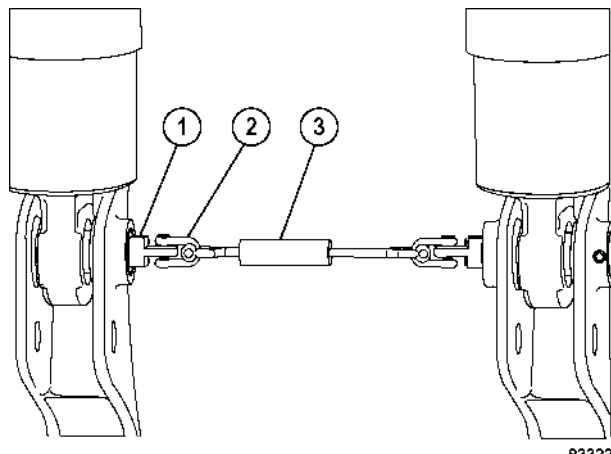
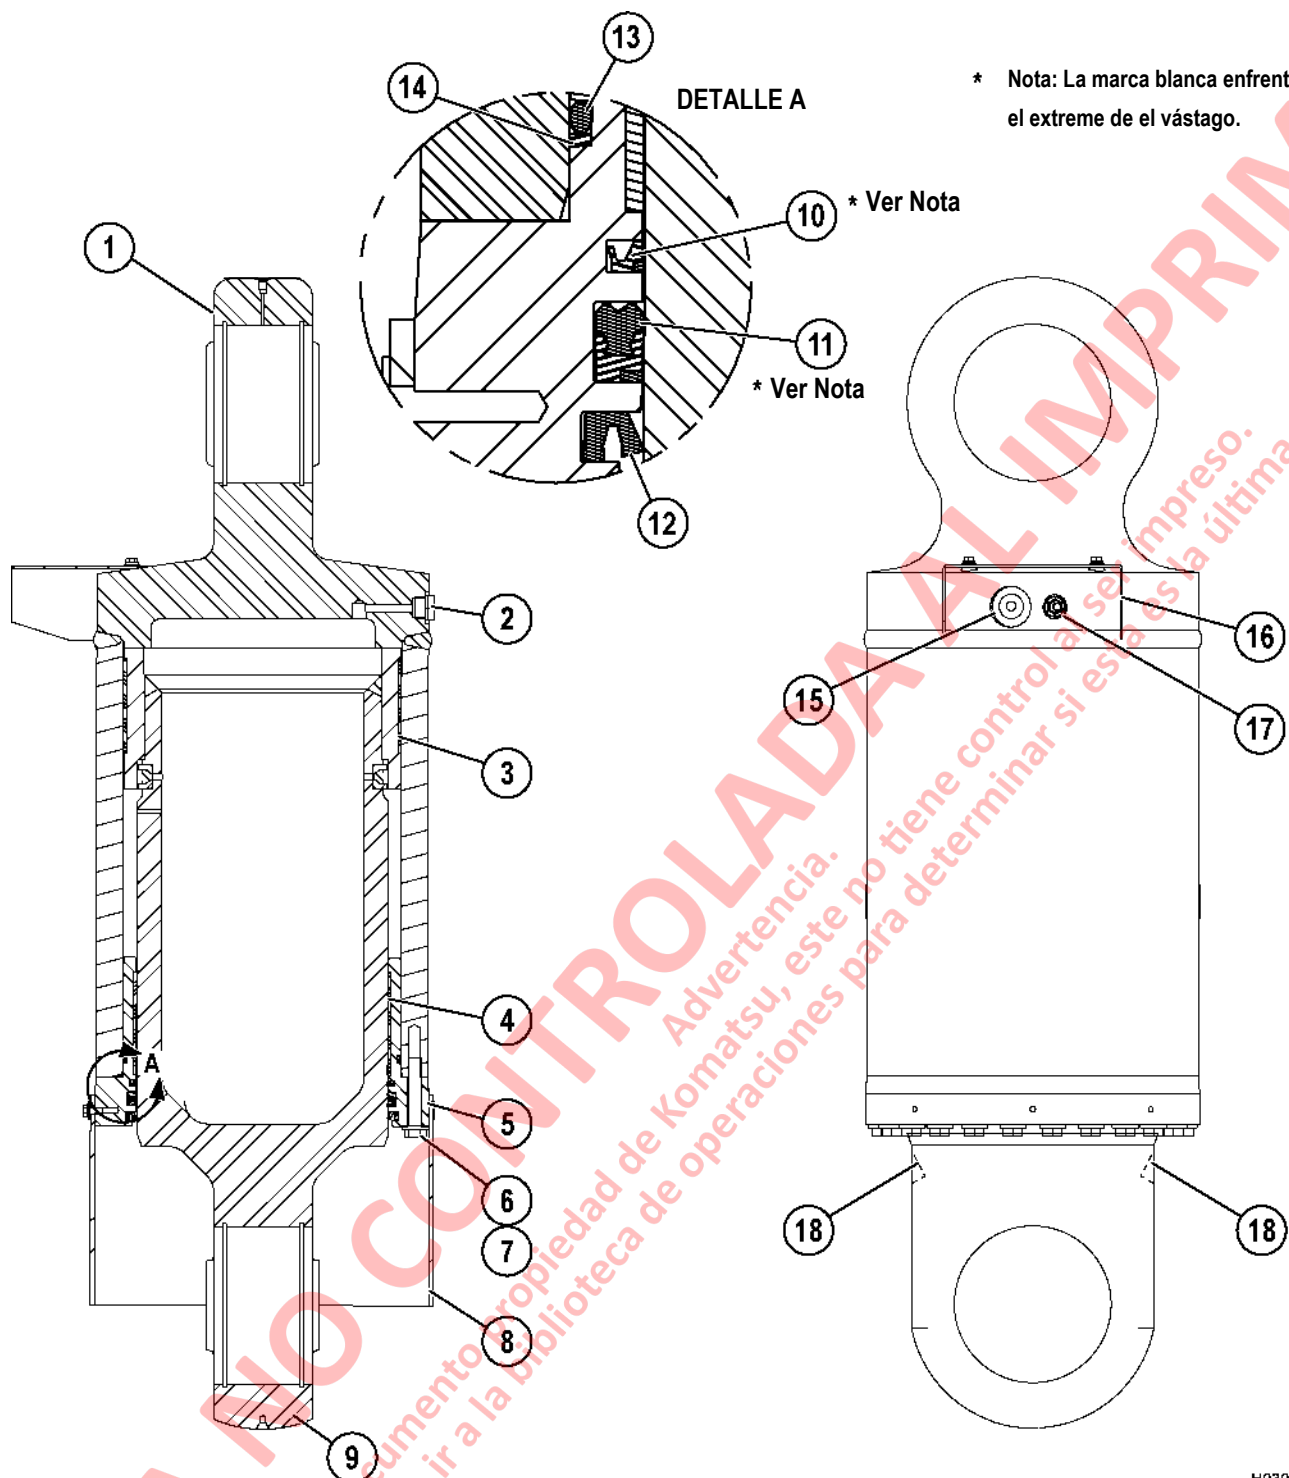

FIGURA 3-3. HERRAMIENTA DE RETIRO DEL PASADOR DE LA SUSPENSIÓN TRASERA
FIGURA 3-5. CONJUNTO DE SUSPENSION TRASERA
9. Instale la herramienta de eliminación de pasador (1, figura 3-3) a cada pasador inferior usando los pernos indicados en la tabla 1. Apriete los pernos a **240 ± 24 N-m (177 ± 17 ft lb)**.
10. Conecte ambos grilletes (2) al cilindro (3).
2. Retire la cubierta de la válvula de carga (16, Figura 3-5). Retire la válvula de carga (17). Retire y deseche el O-ring de la válvula de carga.
3. Retire el sensor de presión (15).
4. Con la suspensión en posición vertical (varilla del pistón hacia abajo), retire el tapón de drenaje (18) y drene el aceite de la suspensión. Un cilindro de la suspensión trasera debidamente cargado contiene 54.5 L (14.4 galones) de aceite.
5. Gire el cilindro en 180°. Retire los pernos (6) y las golillas (7). Saque el vástago del pistón (9) de la caja (1).
6. Retire el retén del rodamiento (5) del pistón. Retire el rodamiento (4). Retire los sellos, el O-ring y el anillo de respaldo del retén del rodamiento (5). Deseche el O-ring y el anillo de respaldo.
7. Retire el rodamiento (3) del pistón.
8. Si los rodamientos esféricos (6, Figura 3-3) deben ser cambiados, saque los anillos de retén (5), y presione el rodamiento de la cavidad del cilindro.
1. Si lo retiró, instale el rodamiento esférico (6, Figura 3-3) en la argolla del vástago del pistón y la caja del cilindro.
2. Instale los anillos de retención (5) para asegurar los rodamientos.
3. Instale el sello del excéntrico (12, Figura 3-5), el sello de labio doble (11), el sello amortiguador (10), el O-ring (13) y anillo de respaldo (14) en el retén del rodamiento (5).
NOTA: Consulte la ilustración de instalación de sello y los detalles (Figura 3-5) para la orientación correcta.